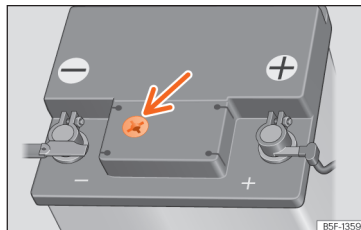

Fig. 181 Janela de inspeção na parte superior da bateria de 12 volts (representação esquemática).
- Verifique o indicador de cor na janela de inspeção, na parte superior da bateria »» » Fig. 181.